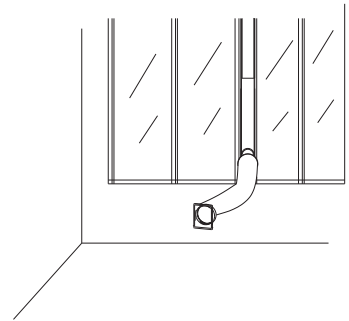

Fig. 8
9. Instale el conducto extractor de aire, el kit de la ventana y sus accesorios en la ventana según el diagrama de la Fig8 que se ilustra.